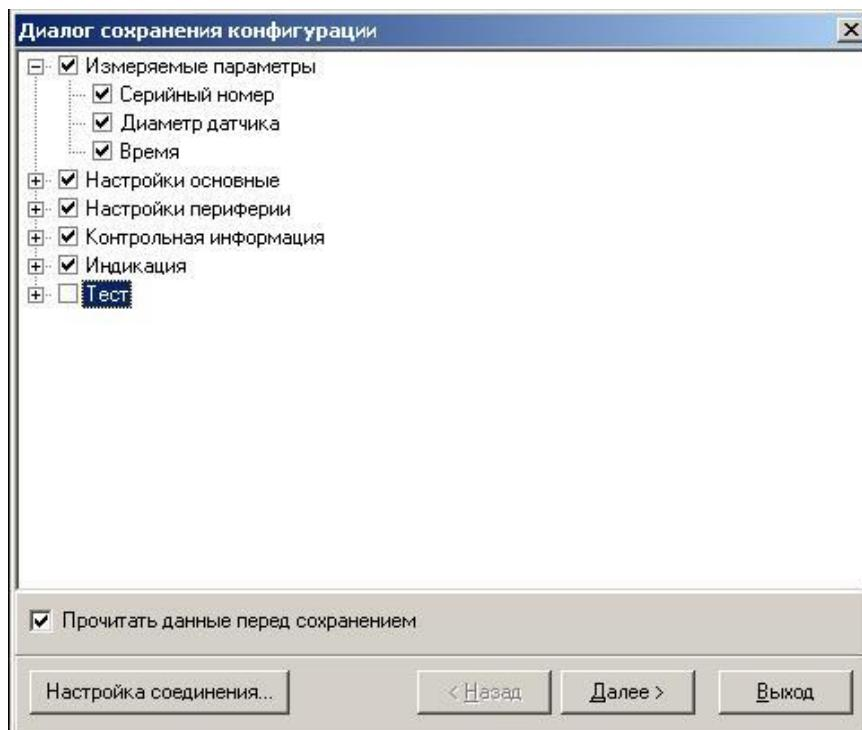

Рис.27. Окно «Диалог сохранения конфигурации».
- в открывшемся окне «Диалог сохранения конфигурации» выбрать набор параметров, которые будут прочитаны из прибора, установить флаг «Прочитать данные перед сохранением» и нажать кнопку «Далее», дождаться окончания считывания (рис.27).